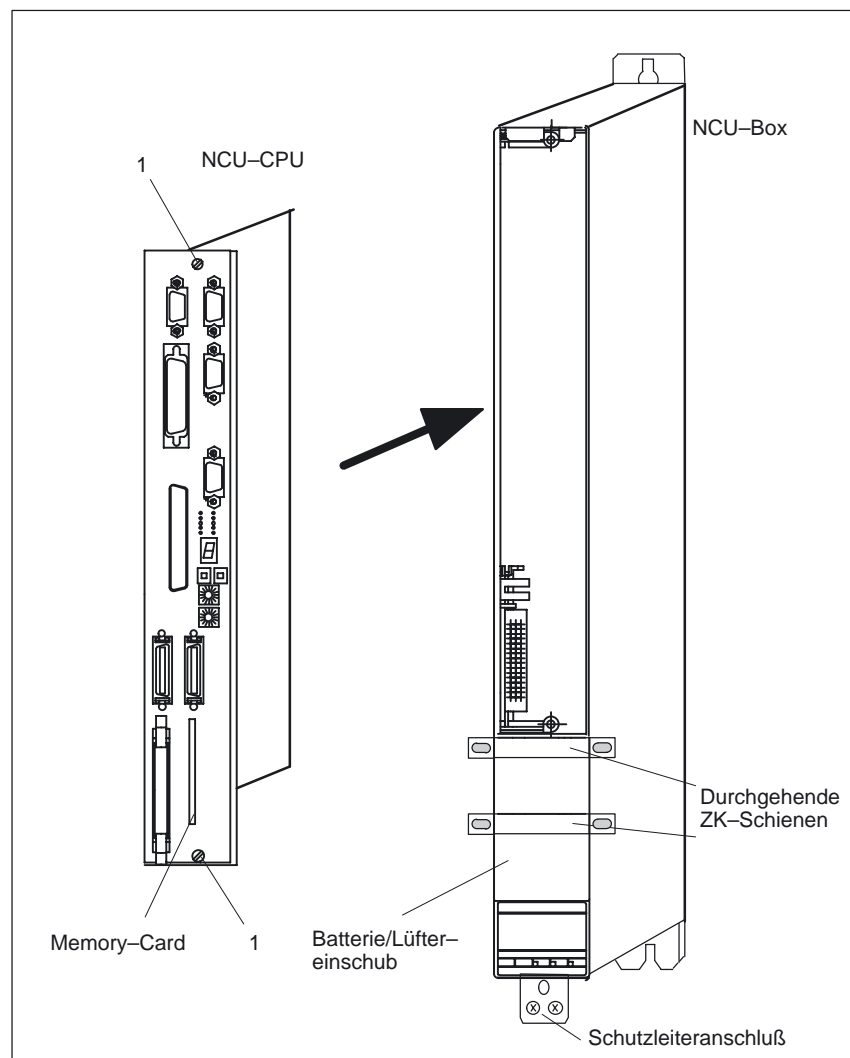

Bild 3-3 Einbau der NCU-CPU in die NCU-Box
Um die Einhaltung der EMV-Bedingungen sowie die Rüttelfestigkeit gewährleisten zu können, müssen die beiden Schlitzschrauben (1) angezogen werden (siehe Bild 3-3).